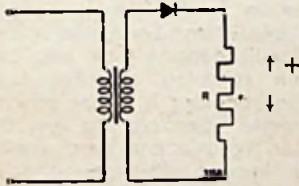

Fig. 16
a. Het schema van een enkelzijdige gelijkrichter is in onderstaande figuur getekend; het verloop van de spanning over de belastingsweerstand is eveneens getekend (fig. 16 en 17). Voor een halve periode van een sinusvormige spanning geldt: